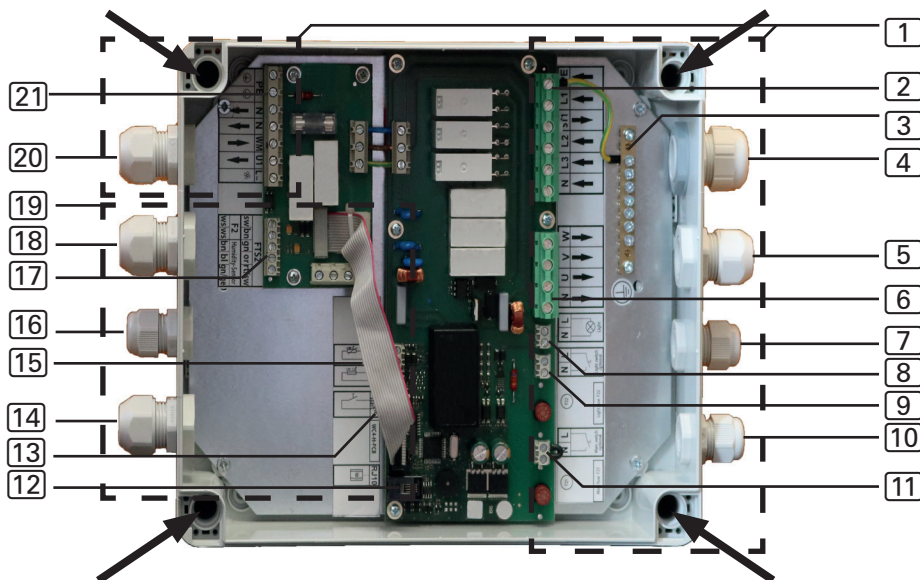

Fig. 4 : Branchements électriques
2. Vous pouvez fixer le bloc de puissance au niveau du socle, aux 4 coins du châssis (voir flèches Fig. 4 à la page 17)